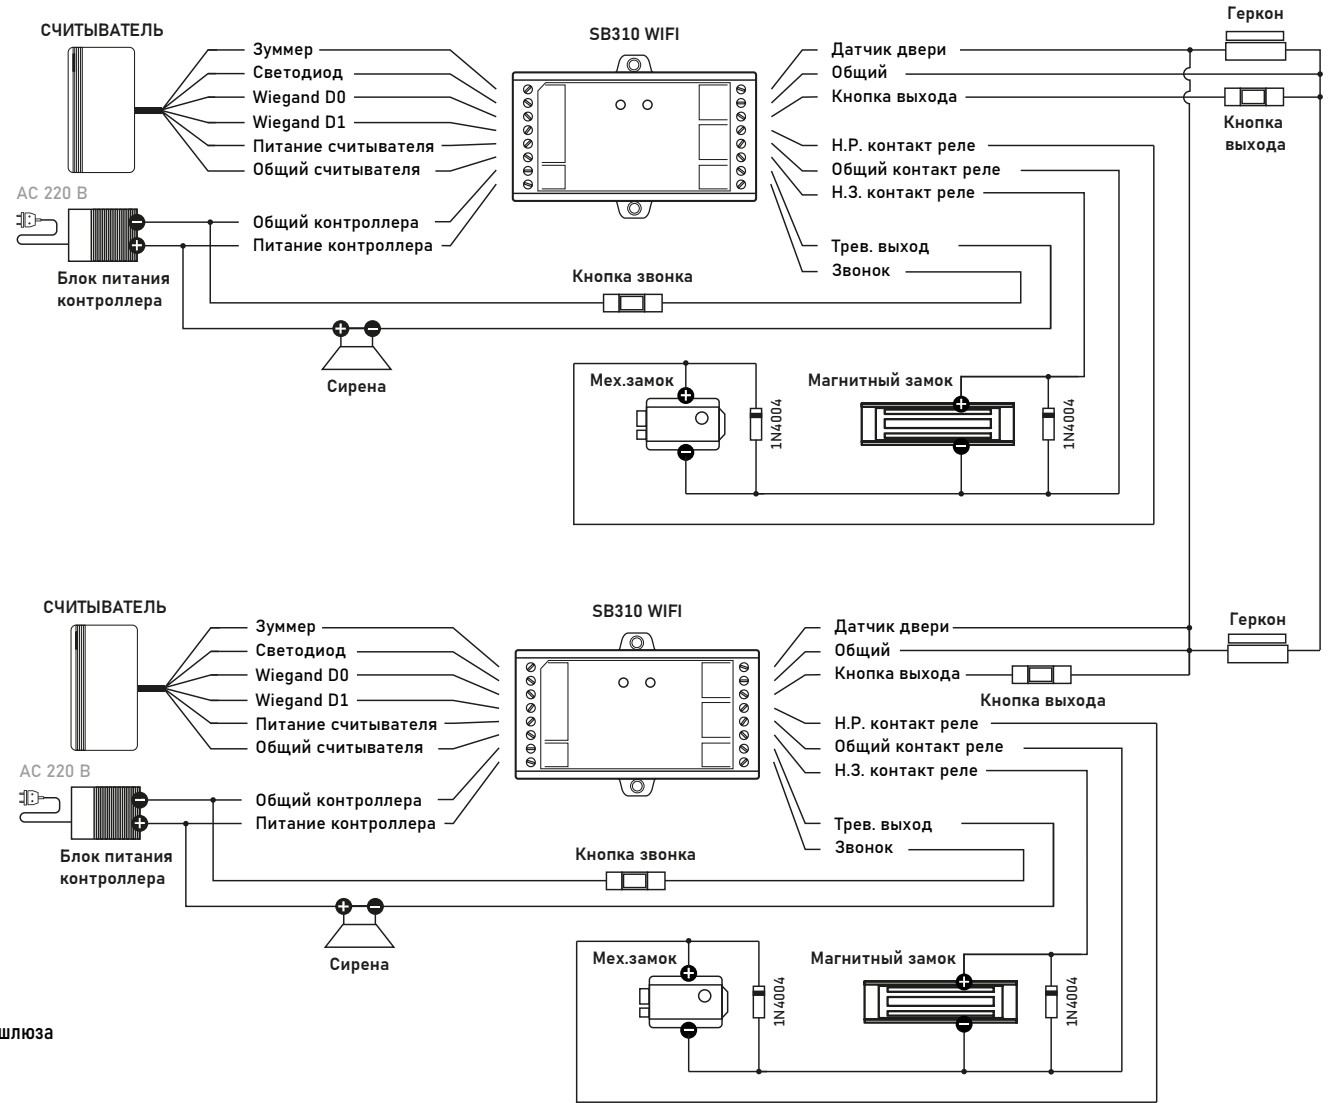

Рис. 7 Схема подключения для работы в режиме шлюза
1. Подключите все устройства согласно соответствующей схеме (Рис. 7).